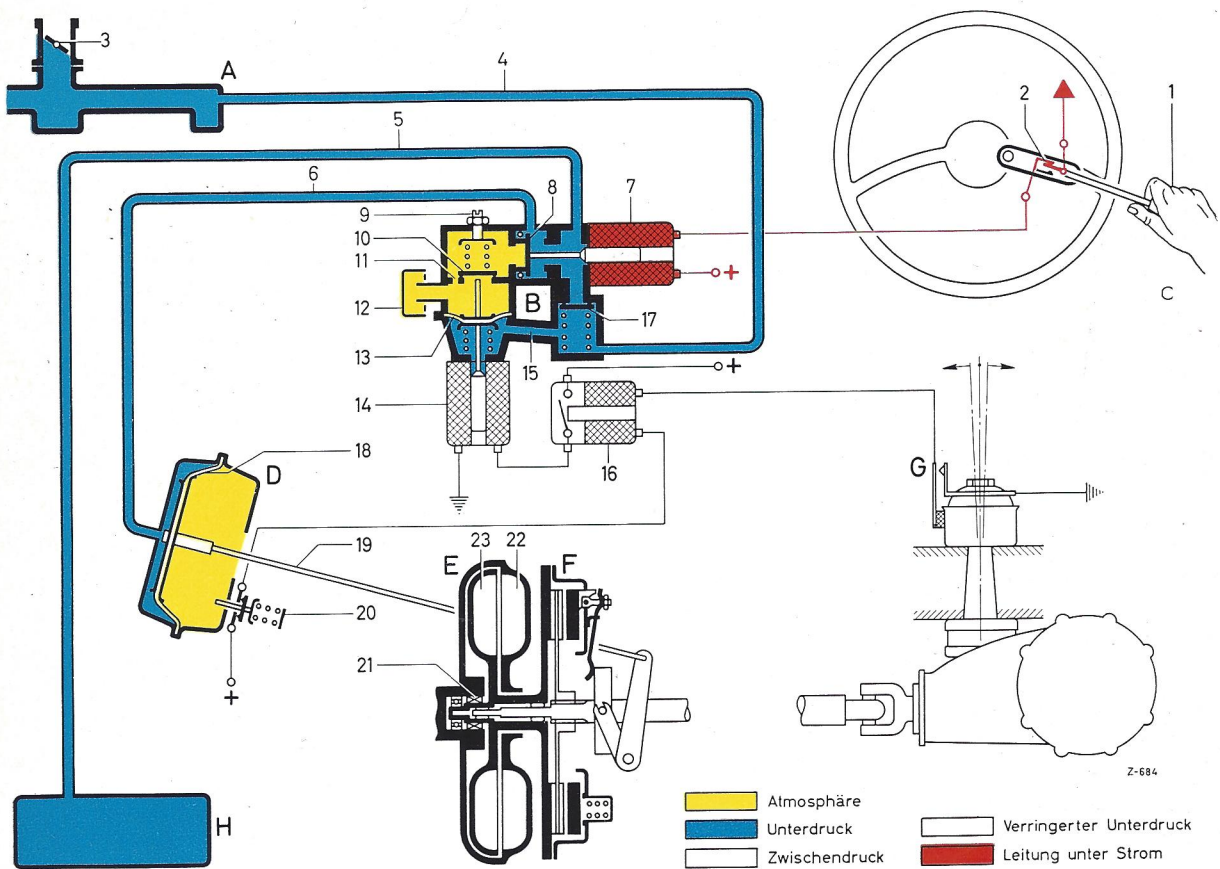

Bild 25 - 0/9
Beim Berühren des Schalthebels (1) wird der elektrische Kontakt (2) geschlossen und der Elektromagnet (7) des Steuerelements erhält Strom. Dadurch wird das Ventil (8) aufgestoßen und so die Unterdruckseite des Servo-Aggregats mit dem Saugrohr bzw. dem Unterdruckbehälter verbunden (Bild 25 - 0/9).